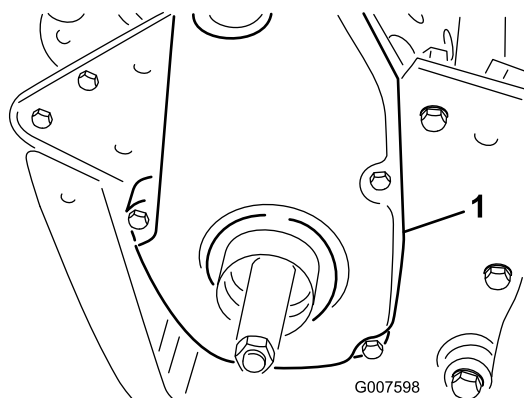

Figure 38
1. Retirez les fixations du couvercle de la courroie et déposez le couvercle pour exposer la courroie (Figure 38).